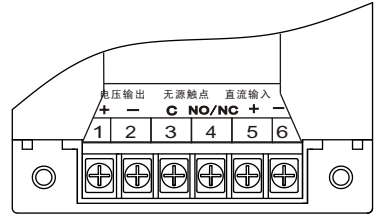

图4：接线端子示意图
- (1) 探测器对外接线端子如图4所示：
- (2) 端子接线说明